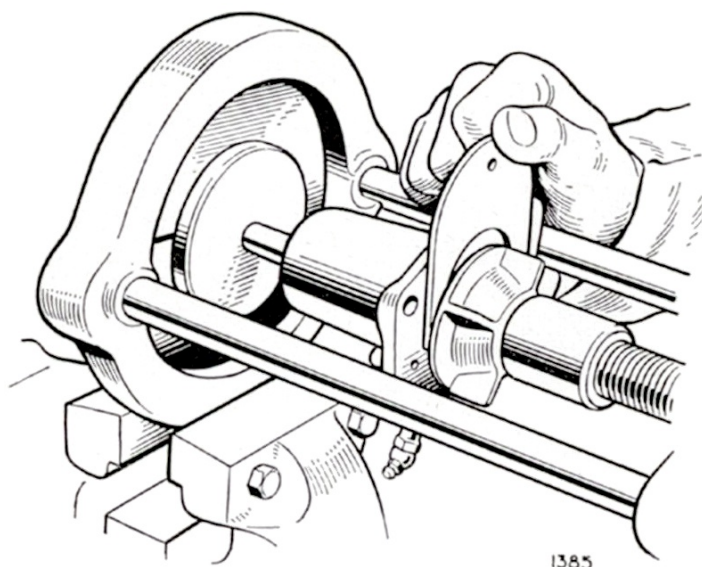

Fig. 11. Utilisation d'une jauge d'épaisseur pour obtenir un jeu de 0,762 mm. (0,030 ") entre la turbine et la face de montage
1. Monter les pièces (27), (26) et (14) sur l'arbre (28). Boucher de graisse les roulements à billes (24) et les enfoncer sur l'arbre, leurs faces étanches vers l'extérieur, et l'entretoise (25) étant placée entre eux-ci.
2. A l'aide d'un mandrin tubulaire, monter les roulements avec l'arbre (28) dans le boîtier et les fixer au moyen du circlips (23). Enfoncer l'ensemble joint (30) dans la turbine (31).
3. En employant une entretoise de 0,962 mm. (0,030") d'épaisseur, presser la turbine (31) sur l'arbre (28) comme indiqué sur la Fig. 11. Souder la turbine à l'extrémité de l'arbre pour éviter que des fuites ne se produisent.
4. Monter la clavette demi-lune (13) et la poulie (21) sur l'arbre (28) et les fixer au moyen d'un écrou Nyloc (17) et d'une rondelle ordinaire (18).